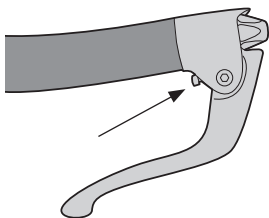

Figura 5. Tornillo de ajuste del avance
9. Con el tornillo de ajuste del avance (figura 5), ajuste el avance de la maneta.